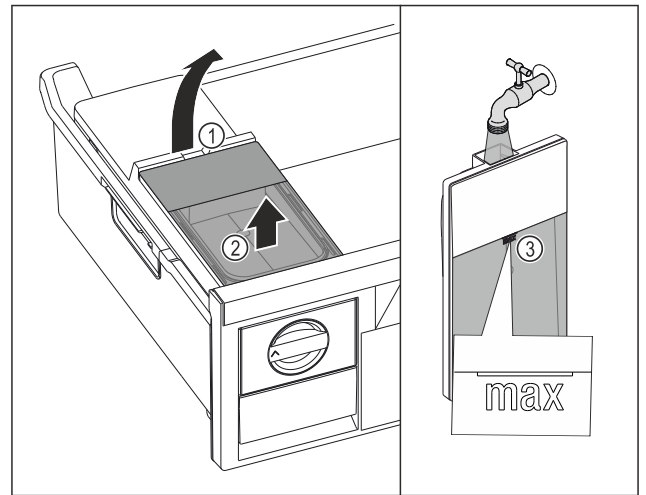

Fig. 80
- ▶ Nádržku na vodu nadvihnite za vybranie Fig. 80 (1).
- ▶ Nádržku na vodu odoberte nahor. Fig. 80 (2)
- ▶ Nádržku na vodu naplňte pitnou vodou po značku Fig. 80 (3).